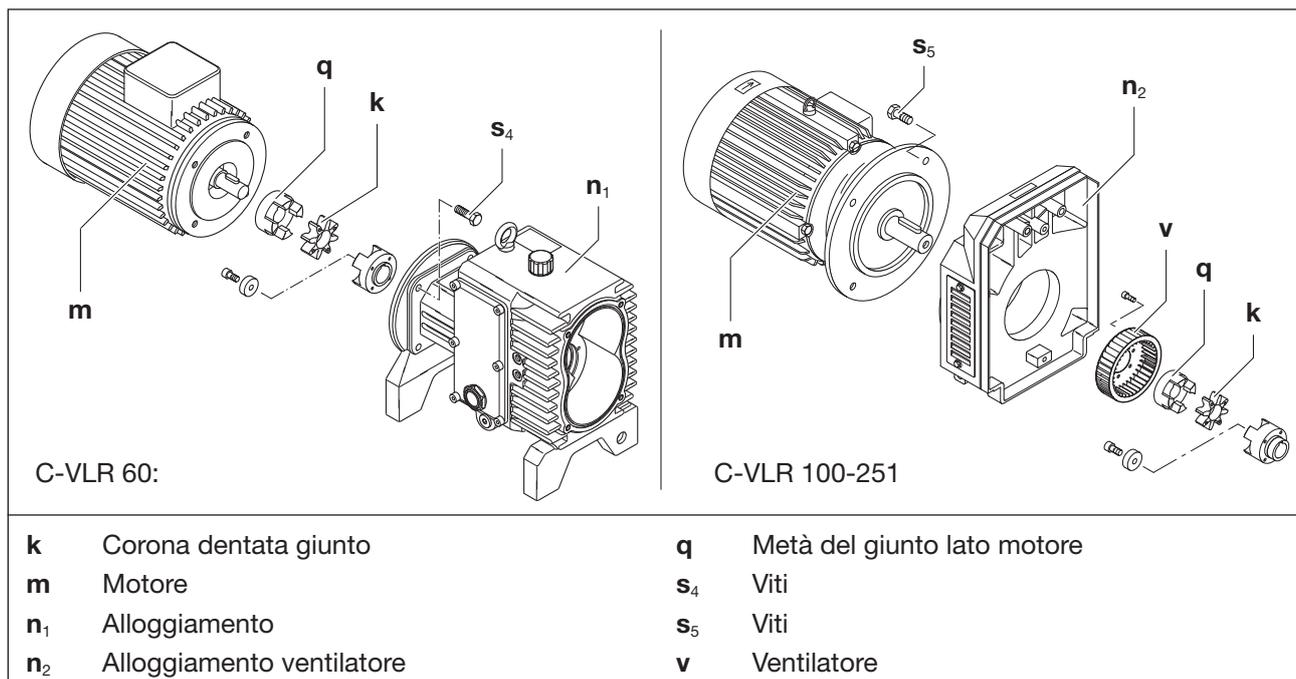

Fig. 10 Giunti C-VLR 60 e C-VLR 100 - 251
- Fissare il sollevatore alla all'occhiello del motore (Fig. 10/m).
- Allentare le viti (Fig. 10/s₄) della flangia dell'alloggiamento (Fig. 10/n₁).
- Rimuovere la metà del giunto lato motore (Fig. 10/q) in senso assiale e sospenderla con sollevatore.
- Verificare la corona dentata (Fig. 10/k). Se la corona dentata è danneggiata o consumata, sostituirla.
- Far scorrere il motore con la metà del giunto lato motore (Fig. 10/q) in senso assiale e fissarlo alla flangia dell'alloggiamento (Fig. 10/n₁) con le viti (Fig. 10/s₄).
- Allentare le viti (Fig. 10/s₅) della flangia motore.
- Rimuovere il motore con la metà del giunto lato motore (Fig. 10/q) dall'alloggiamento del ventilatore (Fig. 10/n₂) in direzione assiale e appenderlo con il sollevatore.
- Controllare che il ventilatore (Fig. 10/v) non sia danneggiato e, se necessario, sostituirlo.
- Far scorrere il motore con la metà del giunto lato motore (Fig. 10/q) assialmente sull'alloggiamento del ventilatore (Fig. 10/n₂) e fissarlo alla flangia del motore con le viti (Fig. 10/s₅).